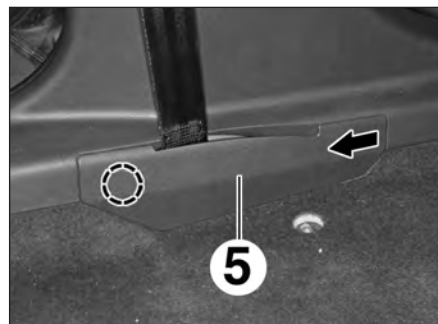

FIG.22
- Dégrafer le cache (5) du point de fixation inférieure de la ceinture de sécurité (Fig.22).
- Tirer le cache (5) vers l'arrière pour le déposer.